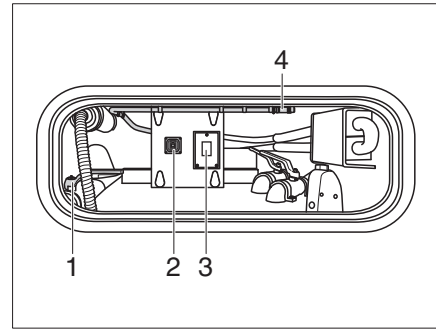

Fig. 358 Risciacquo della cassetta della toilette sminuzzatrice (vista nella cassa di stivaggio)
- Aprire il rubinetto di svuotamento (Fig. 358,1).
- Premere l'interruttore (Fig. 358,3).
- Azionare l'interruttore (Fig. 358,2) per la pompa di svuotamento.
- Sganciare il tubo flessibile di lavaggio del serbatoio (Fig. 358,4) dalla cassa di stivaggio e collegarlo a un punto di prelievo dell'acqua di rete.
- Dopo il risciacquo, staccare il tubo dal punto di prelievo dell'acqua di rete e riporlo nella cassa di stivaggio (Fig. 358,4).
- Chiudere il rubinetto di svuotamento (Fig. 358,1).